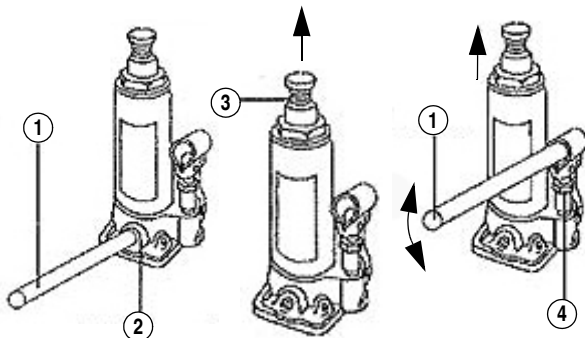

Abb. 5: Arbeitsablauf
Schritt 1: Schließen Sie das offene Ablassventil (Pos. 2, Abb. 5) durch Drehen des schmalen Pumphebel-Endes nach rechts (Pos.1, Abb. 5).
Schritt 2: Stellen Sie den Wagenheber unter das anzuhebende Fahrzeug und zwar unter die für den Wagenheber vorgesehene Aufnahme- punkte (lesen Sie dazu in der Betriebsanleitung Ihres Fahrzeugs nach). Falls nötig, drehen Sie die Erweiterungsschraube (Pos. 3, Abb. 5) durch Linksdrehen aus dem Hebestempel so weit heraus, bis sie das Fahrzeug berührt. So kann der genaue Aufnahmepunkt bestimmt werden.
Schritt 3: Führen Sie den Pumpenhebel (Pos.1, Abb. 5) in die Pumpe (Pos. 4, Abb. 5) ein und bewegen Sie den Hebel gleichmäßig nach oben und unten. Heben Sie das Fahrzeug bis zu gewünschter Höhe an.